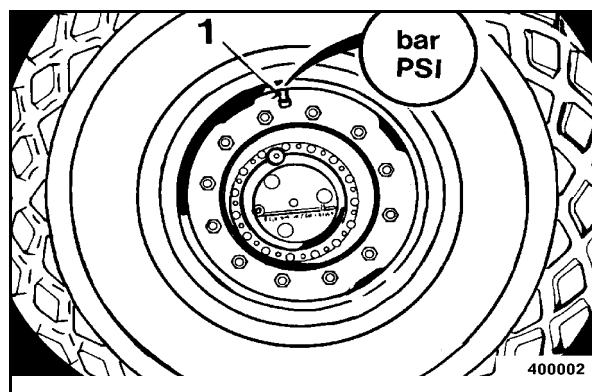

Fig. 127
- Mesurer la pression de gonflage à l'aide d'un manomètre avec la valve 1 (Fig. 127) en position haute.